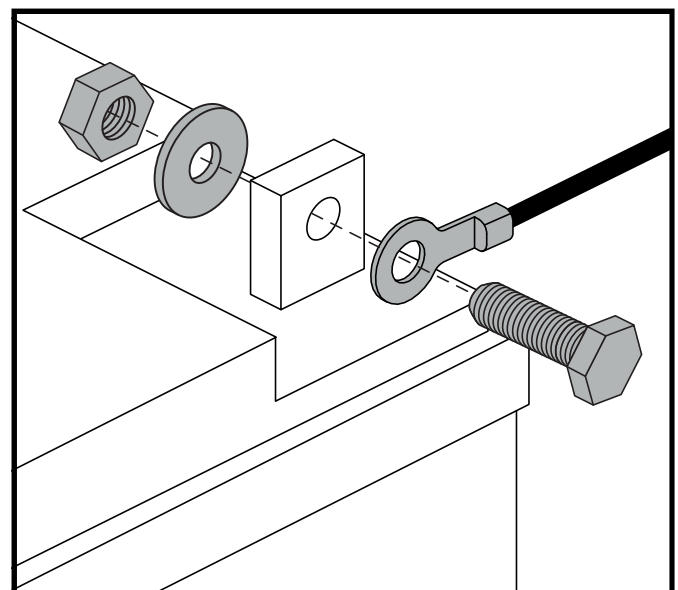

Figure 15. Batterie Borne Matériel
- Débranchez les câbles des bornes des batteries en soulevant la couvercles des bornes et en desserrant le boulon et l'écrou sur chaque borne. Voir la figure 15.